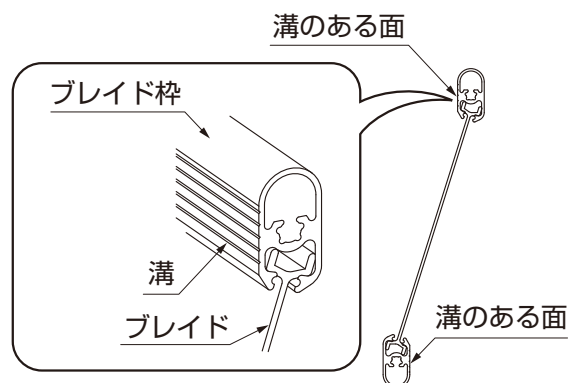

図1-5 ブレードの挿入
③S型・M型の場合は、ブレードをブレード枠に挿入してください。(図1-5参照)